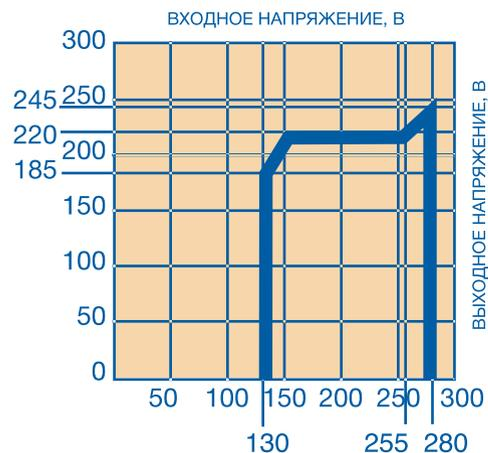

Рис. 1. Зависимость выходного напряжения от входного.
6) Диапазон входного фазного напряжения (см. зависимость на Рис. 1), В
3.2. Диапазон входного напряжения определяется с учетом зависимости выходного напряжения от входного (Рис. 1) в соответствии с требованиями пользователя к величине выходного напряжения.
5.5.1. Перевести выключатель поз. 1 или автоматический выключатель поз. 4 во включенное положение (рис. 1). Индикатор «СЕТЬ» поз. 7 (рис. 1) включается. После автоматической установки нормального выходного напряжения (контролируется вольтметром поз. 10) автоматическое включение напряжения выходной цепи нагрузки произойдет сразу после установки номинальной величины выходного напряжения 220В в течение времени не более 10 секунд.
5.5.2. При появлении на входе стабилизатора аномального повышенного или пониженного напряжения включаются индикаторы $U_{вх} \geq 250В$ или $U_{вх} \leq 150В$ соответственно. При значениях входного напряжения $U_{вх} \geq 280В$ или $U_{вх} \leq 130В$ происходит автоматическое отключение потребителей, так как выходное напряжение существенно отличается от номинальной величины (см. рис. 1), что может быть опасным для электрических потребителей.